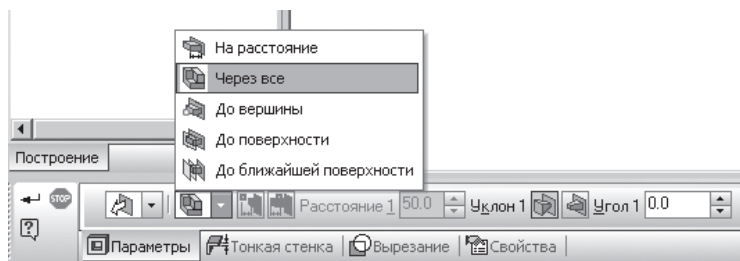

Рис. 154
- на панели **Свойств** на вкладке **Параметры** укажите **прямое** направление выдавливания (от нас), глубина выдавливания – **Через все** (рис. 154), **Угол 1** равен 0° ;